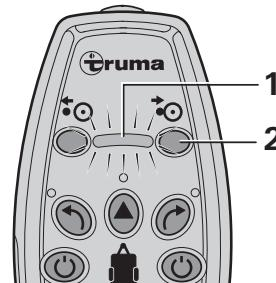

Bild 3
- Taste (Bild 3 - 2) auf der Fernbedienung ca. 5 Sek. drücken und dann loslassen. Die Antriebsrolle schwenkt an. Die Anzeige (Bild 3 - 1) blinkt während des Prozesses.